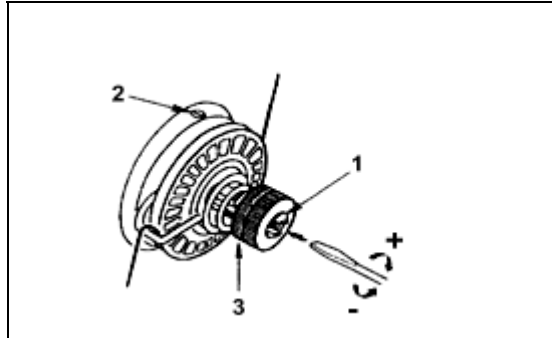

Fig. 20
Para ajustar o montante de movimento da mola de tensão, folgue o parafuso (2), fig. 20, e ajuste a altura da mola de tensão girando o conjunto inteiro de tensão (3) para a esquerda ou para a direita, conforme necessário. Aperte o parafuso (2) firmemente.